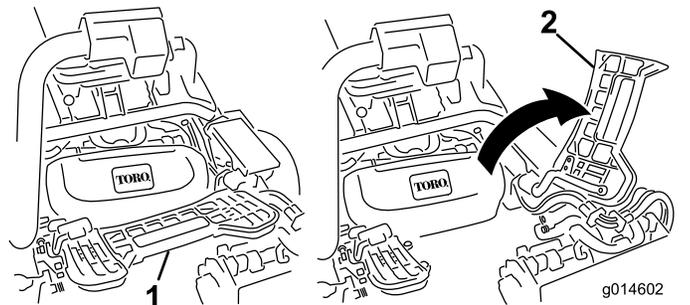

図 42
1. フットレストを跳ね上げて開き、中央カッティングユニット取り付け位置へのアクセスを確保する 図 42。